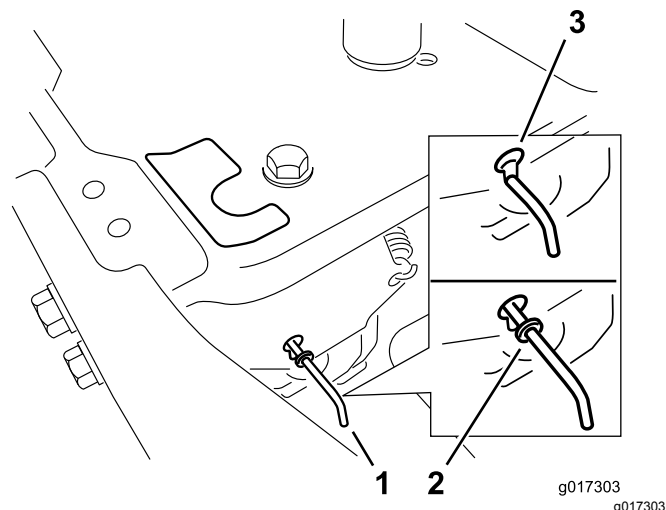

Figura 18
4. Mueva las palancas de desvío hacia delante a través del orificio y hacia abajo para bloquearlas en esa posición (Figura 18).
Mueva las palancas de desvío hacia atrás a través del orificio y hacia abajo para bloquearlas en esa posición, según se muestra en Figura 18.